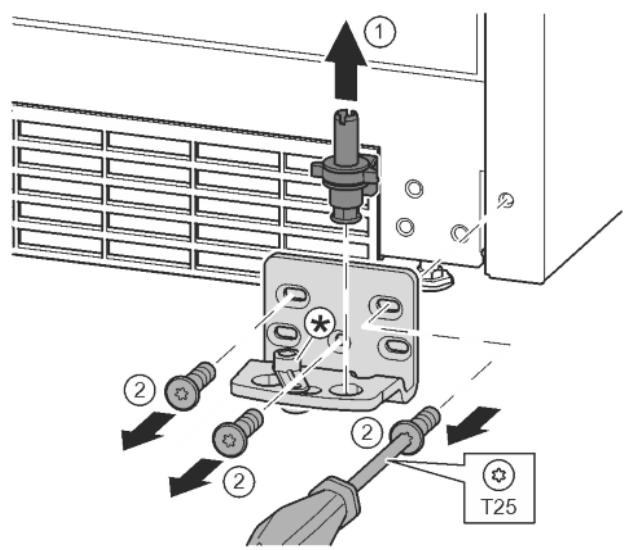

Fig. 14
- Опорный палец полностью извлечь движением вверх. *Fig. 14 (1)*
- Открутить винты отверткой T25 и снять опорный кронштейн. *Fig. 14 (2)*